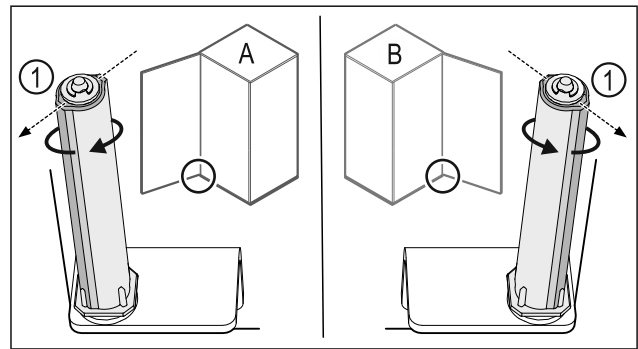

Fig. 45 Linksanschlag (A) / Rechtsanschlag (B)
- ▶ Schließsystem gegen den Widerstand drehen, bis der Steg des Schließsystems Fig. 45 (1) nach außen zeigt.